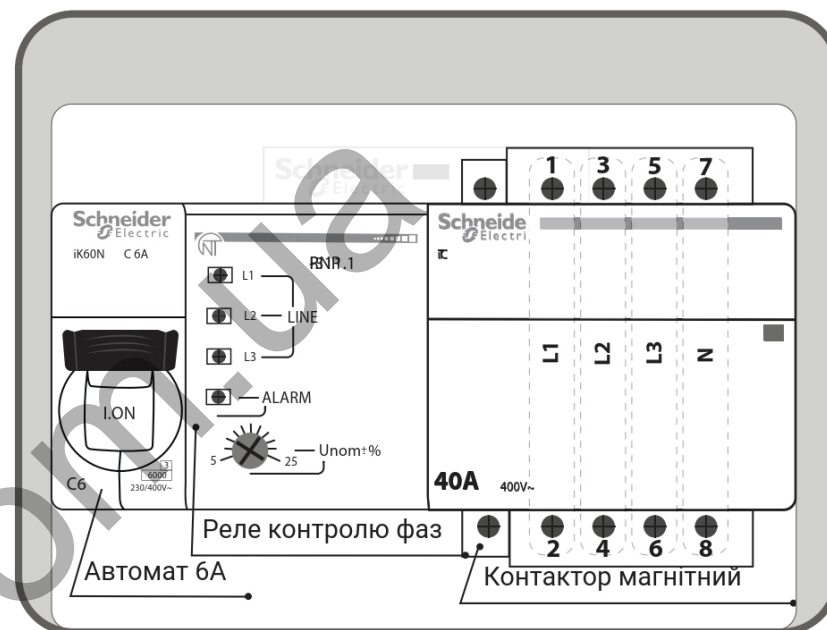

Рис. 1. Зображення БКФ
- автоматичного вимикача (Рис. 1. Автомат 6А);
- реле контролю фаз (Рис. 1. Реле контролю фаз);
положення “ON”. Блок БКФ запусниться і, якщо аварії на лінії відсутні і послідовність фаз вірна, замкне магнітний контактор, подавши напругу на навантаження. В іншому випадку реле напруги (Рис. 1: Реле контролю фаз), сповістить про несправності світодіодом “ALARM”.